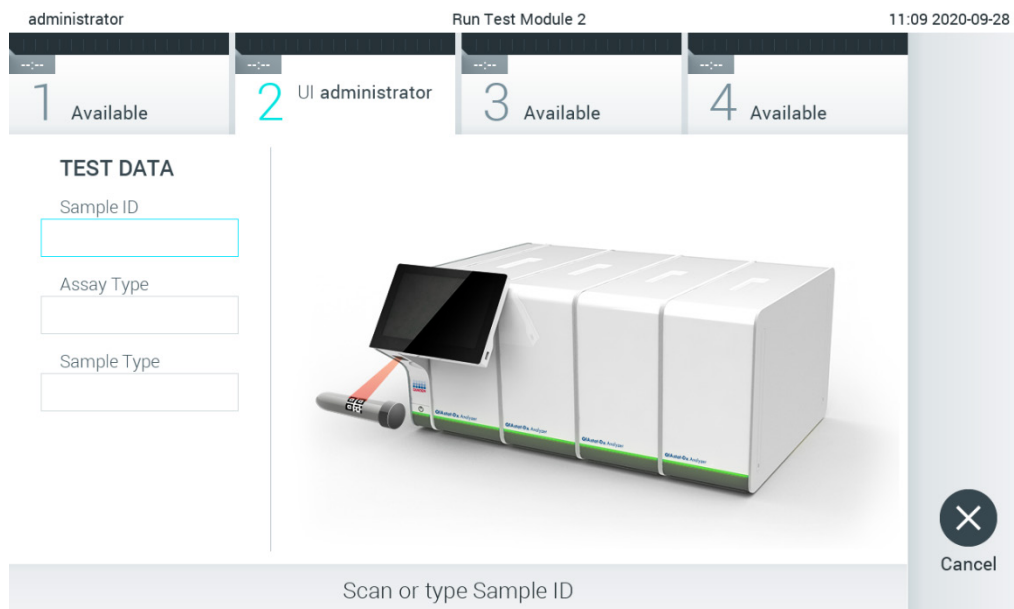

Рис. 75. Сканування штрих-коду ідентифікатора зразка.
2. Коли з'явиться запит, відскануйте штрих-код ідентифікатора зразка зчитувачем штрих-кодів, вбудованим в операційний модуль (рис. 75).